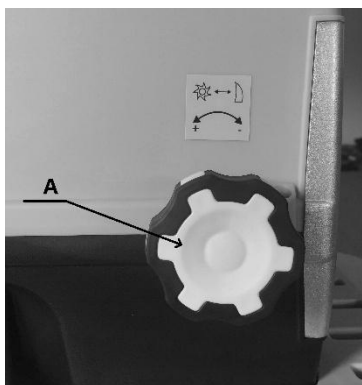

Fig. 5A
- Tournez le bouton de réglage de la contre-plaque (A) dans le sens des aiguilles d'une montre jusqu'à ce qu'un léger frottement se fasse entendre et que de fins copeaux d'aluminium tombent brièvement du canal d'éjection. (Fig. 5A et 5B)